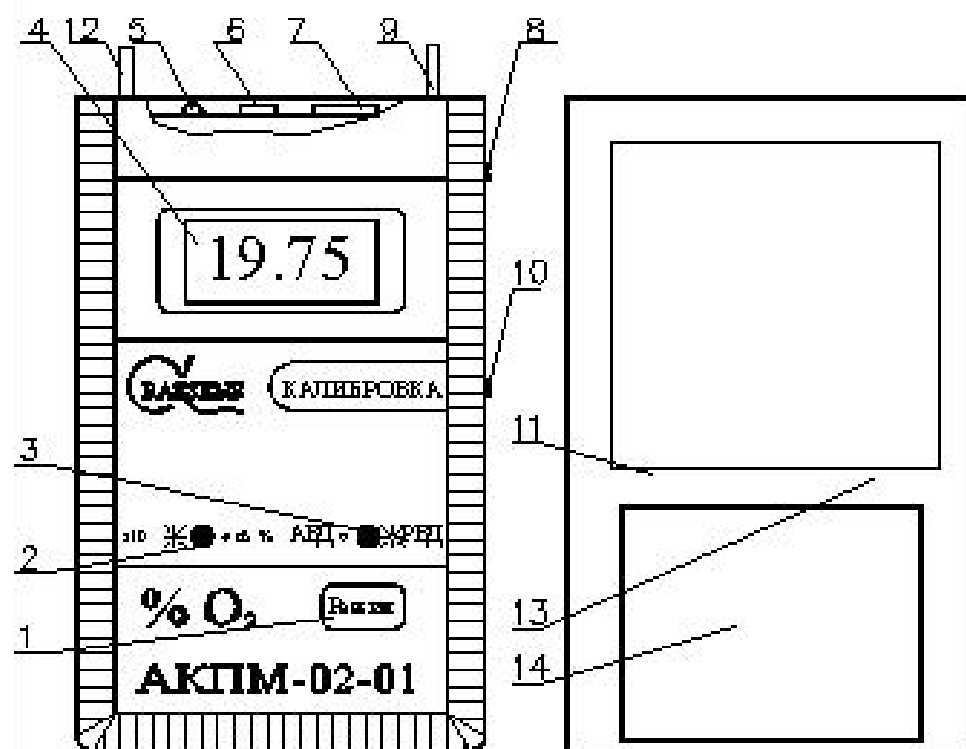
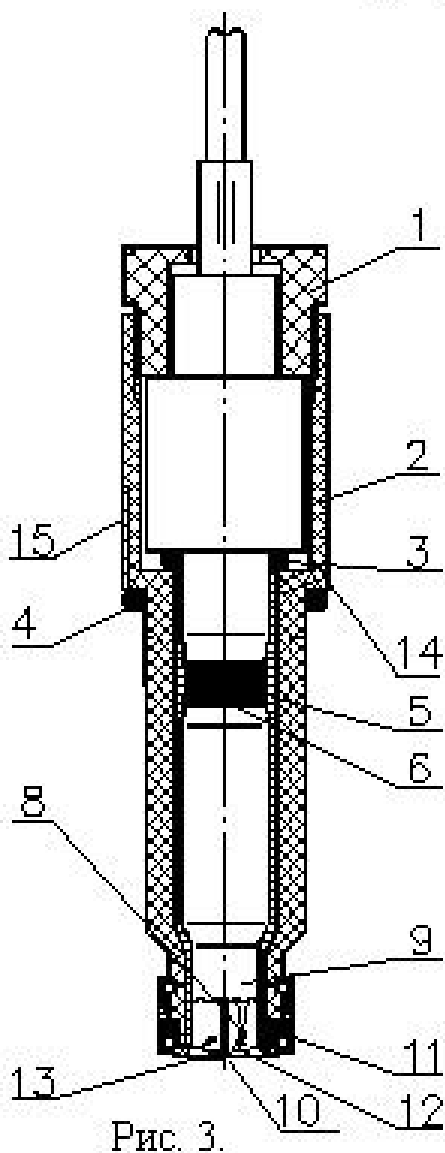

Рис. 2.
Рис. 3.
9.1.5. Для калибровки по второй точке использовать атмосферный воздух или другую кислородосодержащую газовую смесь. С помощью клавиши 1 "РЕЖИМ" (см. рис. 2) переведите анализатор в режим АВД.
10.3. После достижения устойчивых показаний произведите их отсчет. При необходимости измерения температуры анализируемой пробы с помощью клавиши 1 "РЕЖИМ" (рис. 2) переведите анализатор в режим измерения температуры и считайте показания с цифрового табло. Затем с помощью клавиши 1 "РЕЖИМ" переведите анализатор в основной режим (индикаторы 2,3 погашены).
12.1. Сборка (см. рис. 3).
12.1.2. Отвинтить гайку 1 (см. рис. 3) и вынуть электролитическую ячейку.
12.1.7. Установить кольцо 4 на боковую поверхность корпуса 2 амперометрического сенсора (см. рис. 3) и подсоединить вилку амперометрического сенсора к розетке 7 (см. рис. 2) анализатора.
12.2.1. Проверить наличие кольца 4 (см. рис. 3) на корпусе 2 амперометрического сенсора.
12.4.2. Вылить раствор электролита из корпуса 2 (см. рис. 3), промыть дистиллированной водой и тщательно просушить корпус.